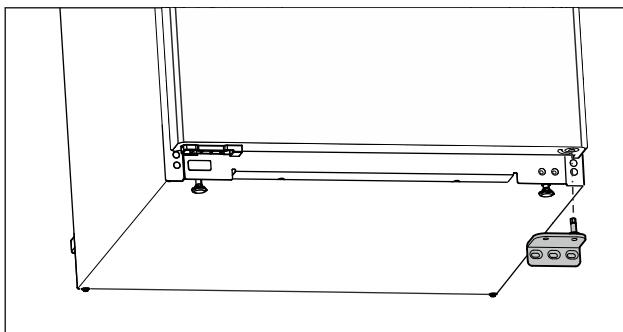

Fig. 7
- Skinite ležajno postolje prema dolje. (pogledajte Fig. 7)